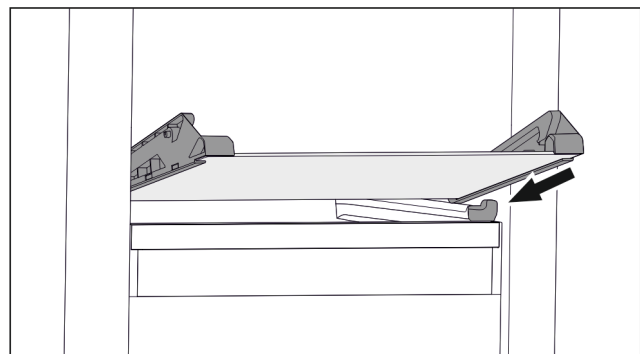

Fig. 132 Glasplatte des abklippbaren Schubfachs
- ▶ Glasplatte schräg hinter den Stopperrn aufsetzen. (siehe Fig. 132)